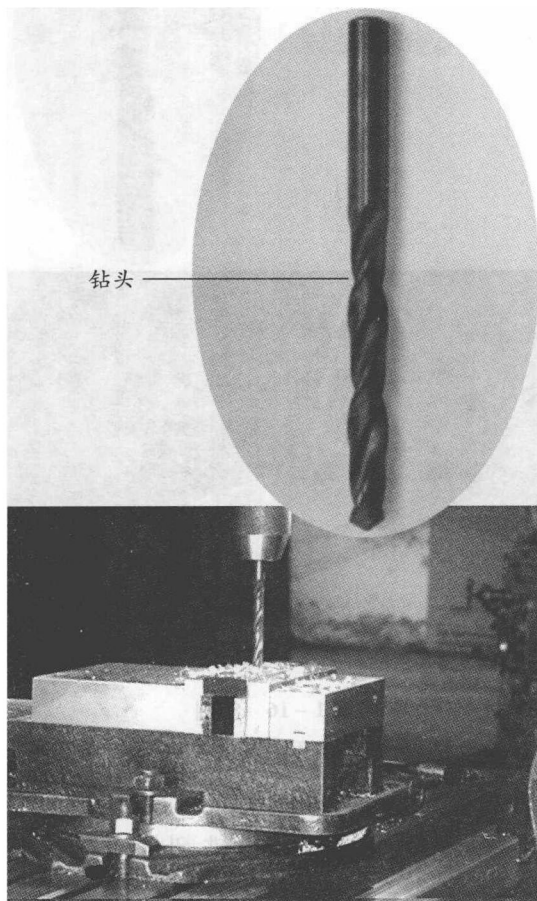

图 1-15 钻削
(1) 刀具不同 钻削用的是各种钻头、铰刀等,如图 1-15、图 1-16 所示。